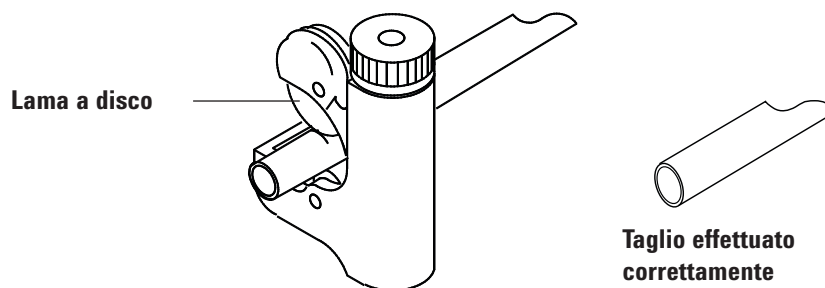

Figura 6 Tagliatubi tipico
- 2 Tagliare i tubi alla lunghezza necessaria utilizzando un tagliatubi (Figura 6).